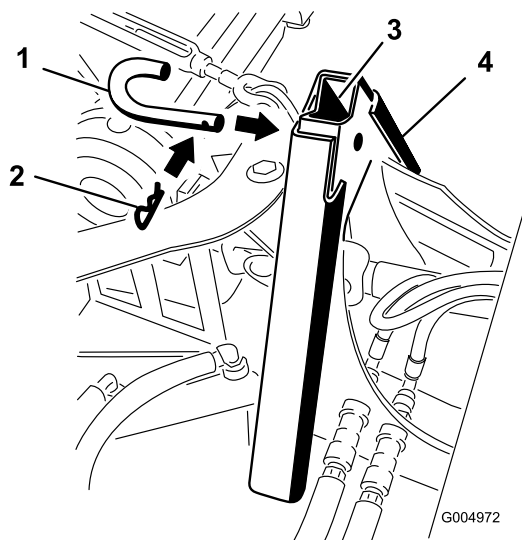

Figura 14
- Prenda os adaptadores juntos com a cavilha de ligação e contrapino de gancho como se mostra na Figura 14. Para uma carga mais abusiva, pode ser substituída uma porca e um parafuso.